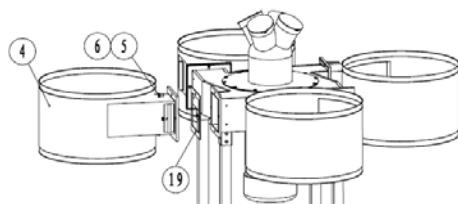

Рис. 4
Установите каркас (4) при помощи болтов (5) и шайб (6). Убедитесь, что прокладка (19) расположена в правильном положении между каркасом и корпусом крыльчатки. См. Рис. 4.